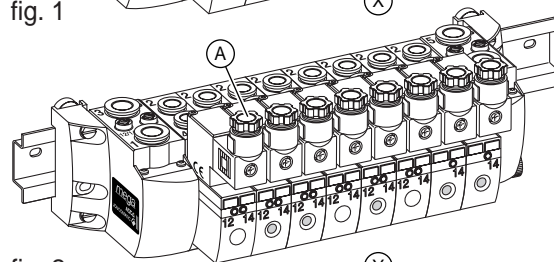

fig. 2
**Кабельные вводы IP65** (рис. 2). Стандартное исполнение с кабельным вводом для кабеля с макс. диаметром 6 мм или для штеккера с встроенным светодиодом и ограничителем пикового напряжения.